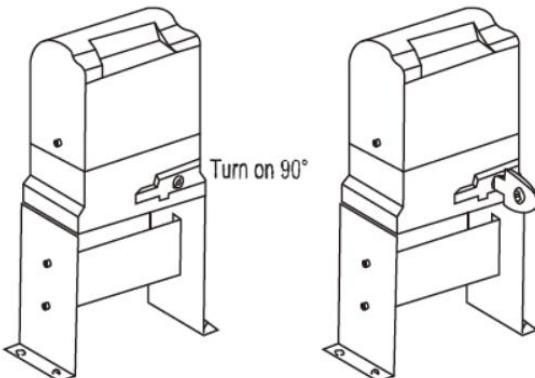

Figure 7
- e) Veuillez déverrouiller le moteur principal avant l'installation, la méthode de déverrouillage est la suivante : retirez le couvercle de la clé, insérez la clé et ouvrez la barre de déverrouillage manuel jusqu'à ce qu'elle tourne de 90° comme indiqué sur la figure 7. Tournez ensuite le pignon de sortie et le pignon peut être tourné facilement ;